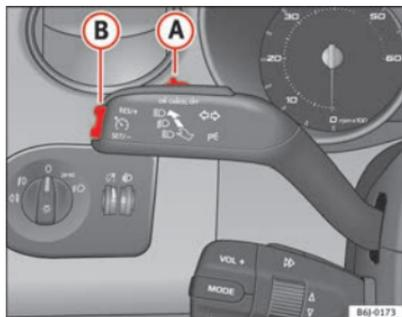

Abb. 105 Blinker- und Fernlichthebel: Schalter und Wippe für die Geschwindigkeitsregelanlage
- Drücken Sie den oberen Teil der Wippe **RES** ⇒ Abb. 105 **(B)**, um die Geschwindigkeit zu erhöhen. Solange Sie die Wippe gedrückt halten, beschleunigt das Fahrzeug. Sobald Sie die Wippe loslassen, wird die neue Geschwindigkeit gespeichert.
Wenn Sie die gespeicherte Geschwindigkeit durch Treten des Bremspedals verringern, wird die Geschwindigkeitsregelanlage deaktiviert. Sie können durch einmaliges Drücken des oberen Teils der Wippe **RES+** ⇒ Abb. 105 **(B)** die Regelung wieder aufnehmen.